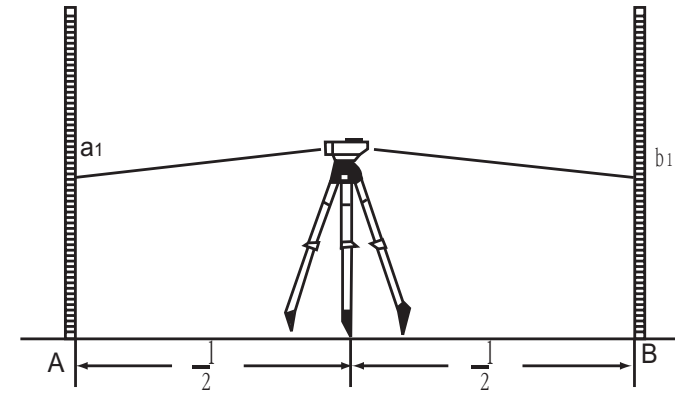

Рис. 12
(1) Установите инструмент приблизительно посередине между точками А и В, расстояние между которыми должно составлять примерно 30-40 метров. Возьмите отсчет ( $a_1$ ) по рейке, установленной на точке А, и отсчет ( $b_1$ ) по рейке, установленной на точке В (рис. 12).